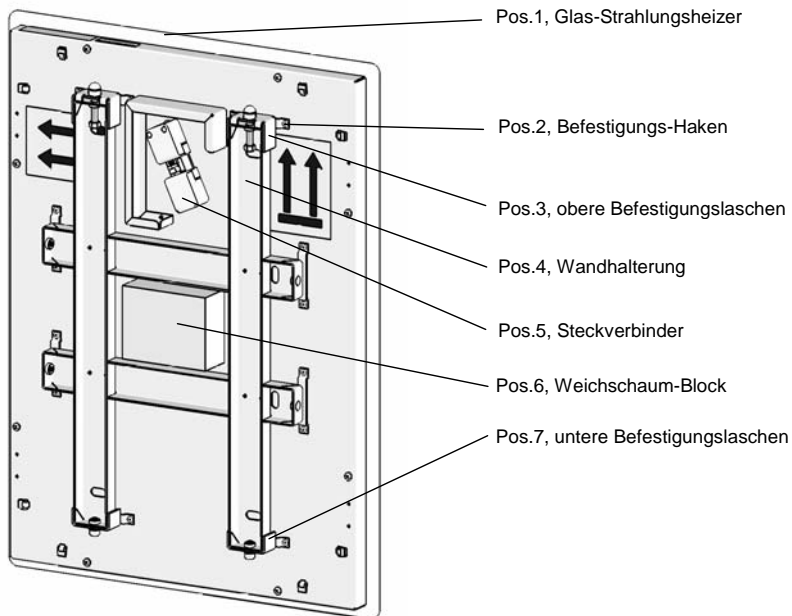

Bild 1: Geräteansicht von hinten
- Weichschaum-Block (Bild 1, Pos.6) auf der Geräterückseite nicht entfernen! Dies ist kein Verpackungsmaterial sondern dient als Anlage des Gerätes an der Wand.
Die Wandhalterung (Bild 1, Pos.4) wird am Gerät montiert mitgeliefert. Zur Montage muss die Wandhalterung vom Glas-Strahlungsheizer losgeschraubt werden. Dazu die zwei Inbusschrauben (SW5) an den oberen Befestigungslaschen (Bild 1, Pos.3) bis zum Anschlag herausdrehen, so dass die Laschen durch die Federkraft aus den Haken (Bild 1, Pos.2) heraus geschoben werden. Da das Gerät für die senkrechte Montage vorbereitet ist, befinden sich die oberen Befestigungslaschen an der Geräteseite, an der sich auch die Steckverbindung der Zuleitung (Bild 1, Pos.5) befindet. Nach dem Lösen, die Wandhalterung oben einige Zentimeter vom Gerät abheben und nach unten wegnehmen.